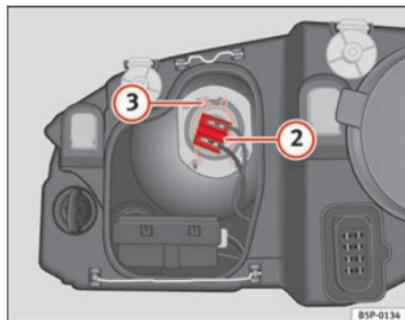

Fig. 165 Anabbaglianti
- Estrarre il connettore ⇒ fig. 165 (2) della lampada.
- Sganciare la molla di ritegno ⇒ fig. 165 (3) premendo verso l'interno e a destra.